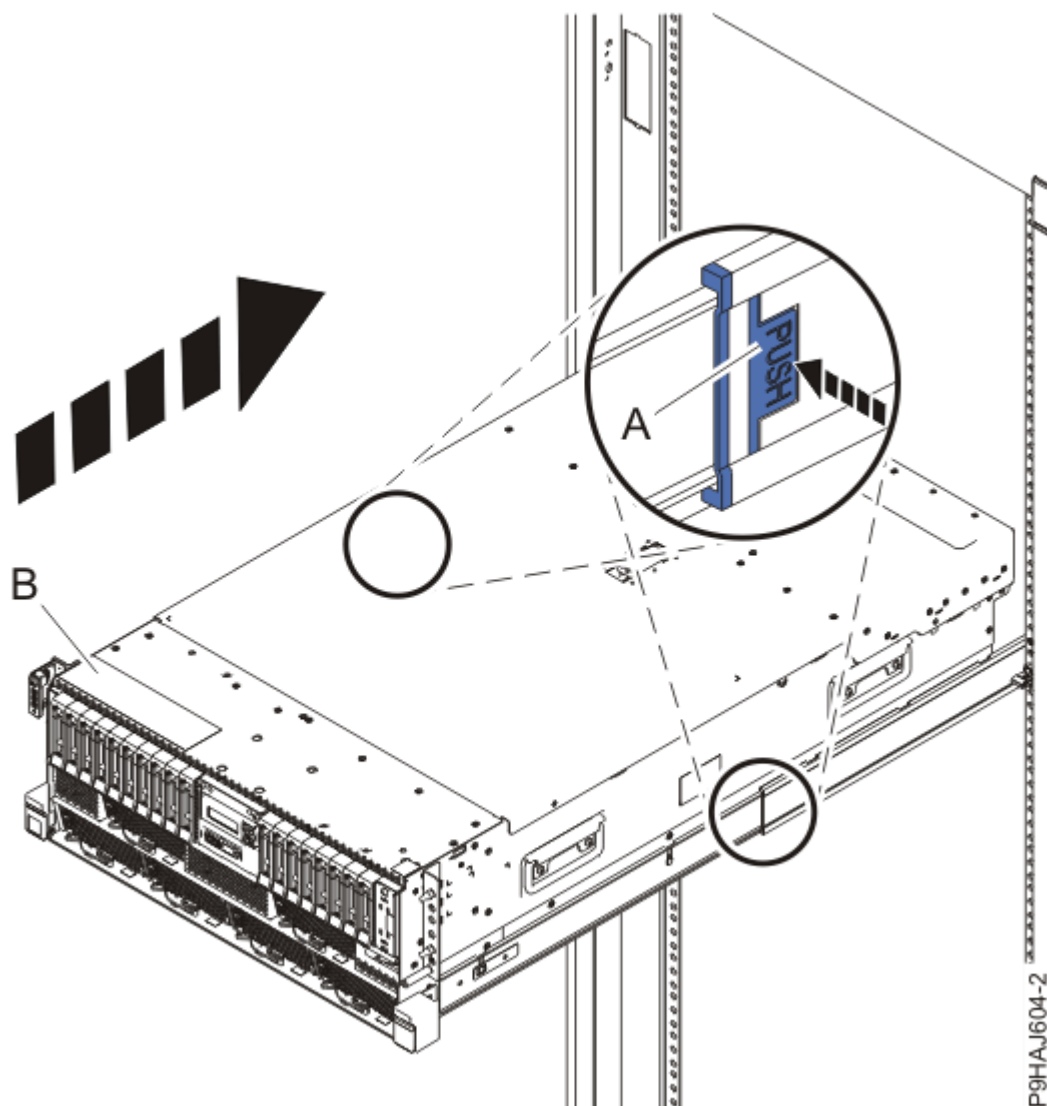

Figure 61. Mise en position de fonctionnement du système
2. Pour un système monté en armoire, déverrouillez les loquets de sécurité bleus **(A)** en les poussant vers l'intérieur, comme illustré dans la Figure 61, à la page 67.